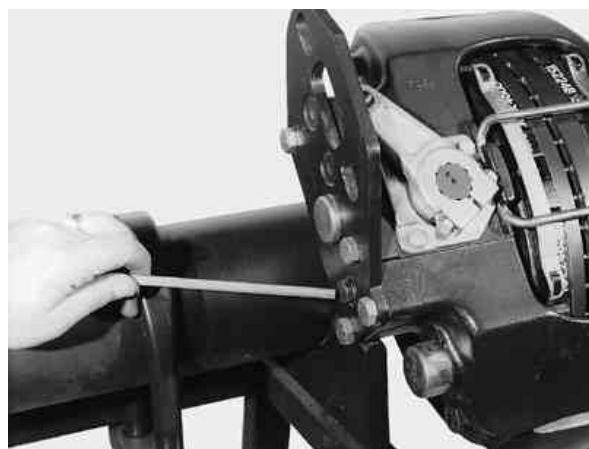

РИС. 12
Доступ для шестигранного ключа обеспечивается при удалении заглушки (Рис. 12) на задней пластине.
- Удалите заглушку с подвески тормозной камеры (Рис. 12).